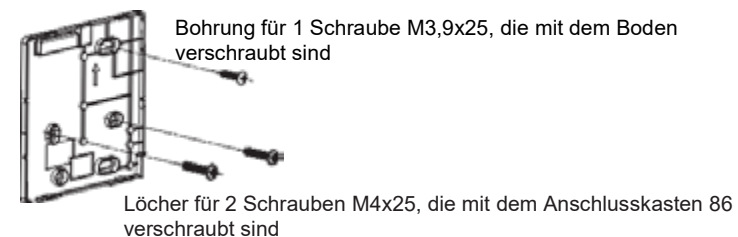

Abb. 3-4
- Befestigen Sie die Rückplatte mit zwei Schrauben M4x25 am Anschlusskasten Nr. 86 und mit einer Schraube M3,9x25 an der Wand. (Abb. 3-4)